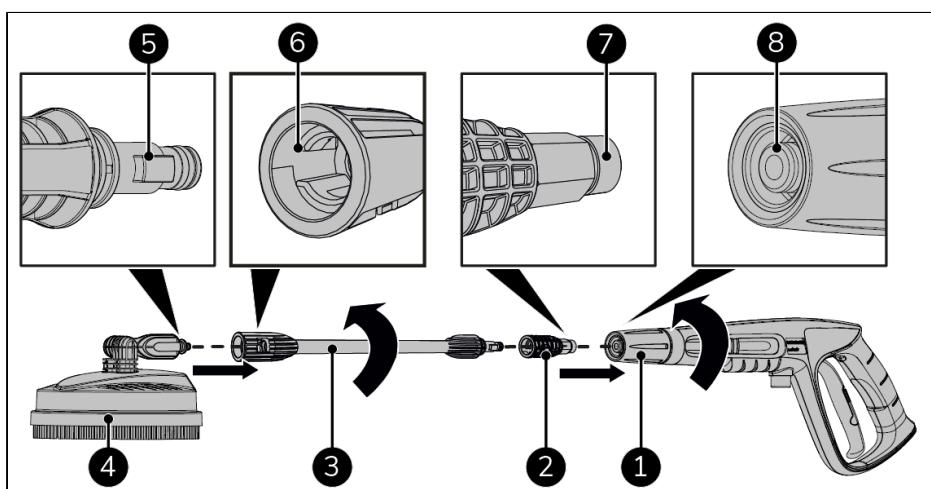

Figure 77.
1. Faites coïncider le rebord du nettoyeur de sol (Figure 77, pos. 5) avec la rainure dans la lance du nettoyeur de sol (Figure 77, pos. 6).
2. Insérez le nettoyeur de sol (Figure 77, pos. 4) dans la lance du nettoyeur de sol (Figure 77, pos. 3).
4. Insérez l'adaptateur (Figure 77, pos. 2) dans la lance du nettoyeur de sol (Figure 77, pos. 3).
5. Vissez la lance du nettoyeur de sol (Figure 77, pos. 7) sur le pistolet à jet (Figure 77, pos. 8).